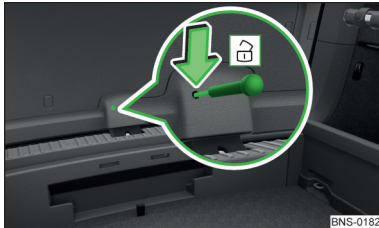

Abb. 359
- › In die Öffnung in der Klappenverkleidung » **Abb. 359** einen Schraubendreher oder ein ähnliches Werkzeug bis zum Anschlag einführen.